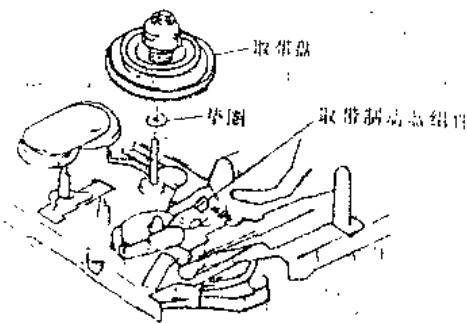

图 1-32
②将取带制动器向箭头方向移动而的拉出取带盘，见图 1-32。